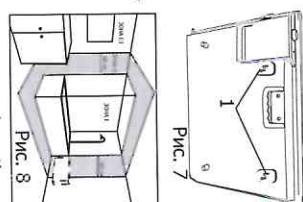

Рис. 7
- Осуществите монтаж конвекторного обогревателя на стену, используя установленные крепежные винты с отверстиями на приборе (рис. 7, отм. 1).